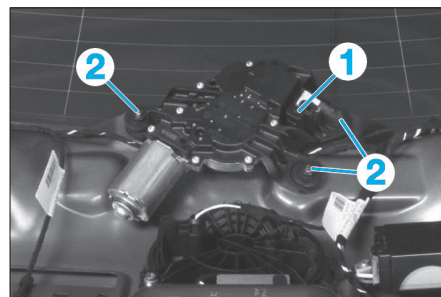

Fig. 78
- Débrancher le connecteur (1) (Fig.78).
- Dévisser les écrous de fixation (2).